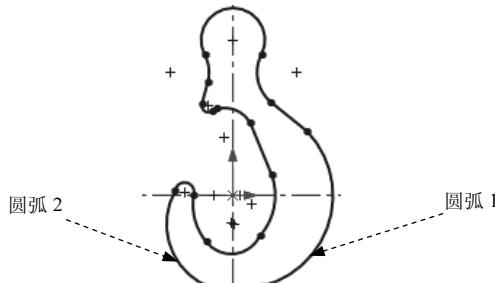
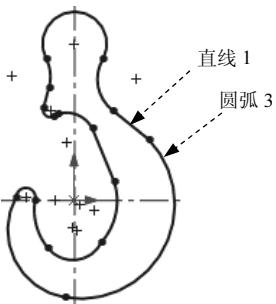
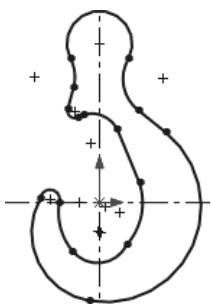

图 10.5 绘制圆弧
图 10.6 添加相切约束 1
图 10.7 添加相切约束 2
Step 4 绘制圆弧。选择下拉菜单 **工具(T)** → **草图绘制实体(S)** → **三点圆弧(3)** 命令，在图形区绘制图 10.5 所示的圆弧。
Step 1 添加图 10.6 所示的“相切”约束。按住 Ctrl 键，选择图 10.5 所示的圆弧 1 和圆弧 2，系统弹出“属性”对话框，在**添加几何关系**区域中单击**相切(A)**按钮。
Step 2 添加图 10.7 所示的“相切”约束。按住 Ctrl 键，选择图 10.6 所示的直线 1 和圆弧 3，系统弹出“属性”对话框，在**添加几何关系**区域中单击**相切(A)**按钮。